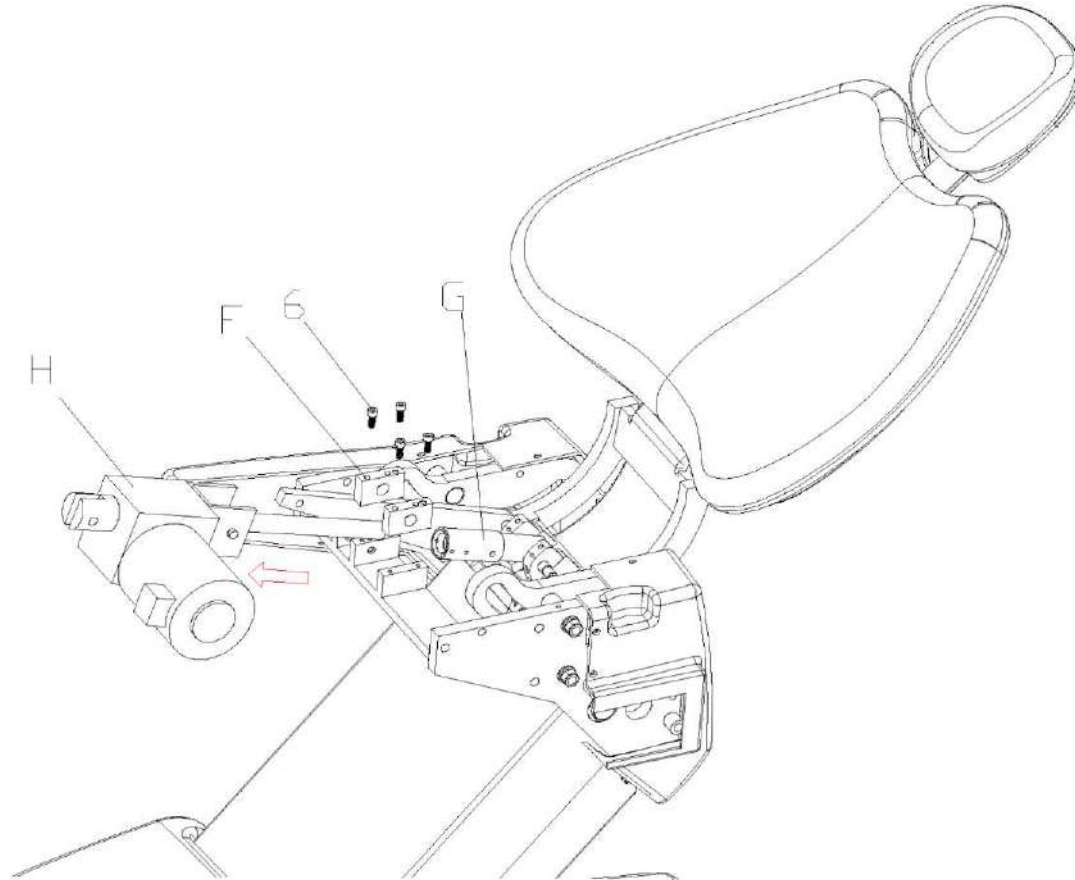

Рис. 4
6. Поверните двигатель, чтобы отделить двигатель спинки Н от деталей G. Снимите двигатель, как показано на рис. 4.